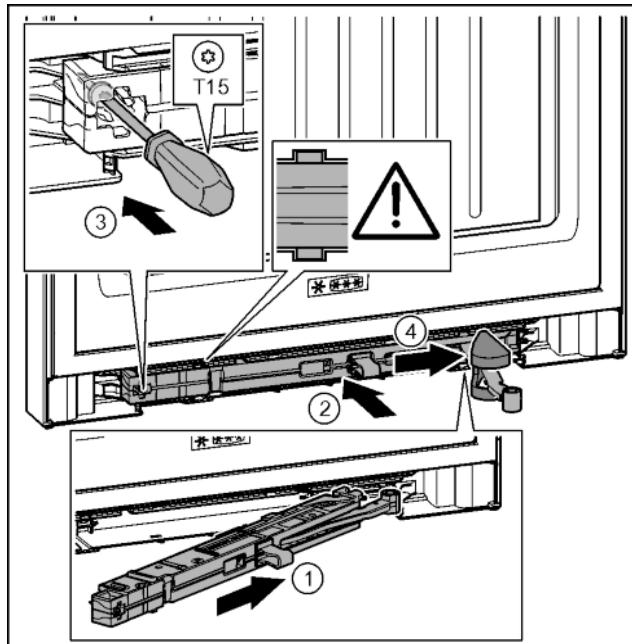

Fig. 38
- Вставить узел амортизатора со стороны опорного кронштейна в выемку до упора под наклоном. *Fig. 38 (1)*
- Полностью вставить узел амортизатора в выемку. *Fig. 38 (2)*
- Затянуть винт отверткой T15. *Fig. 38 (3)*
- Переместить крышку над шарниром. *Fig. 38 (4)*